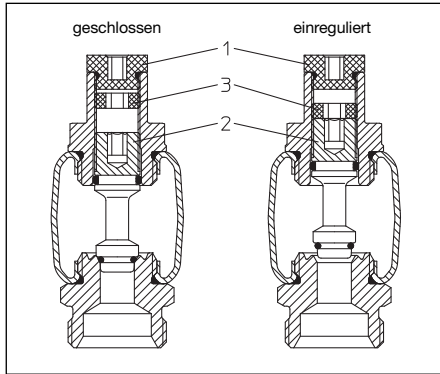

Abb. 7.1: Einstellen der Reguliereinsätze
7.2. Einstellung Reguliereinsätze (Abb. 7.1)